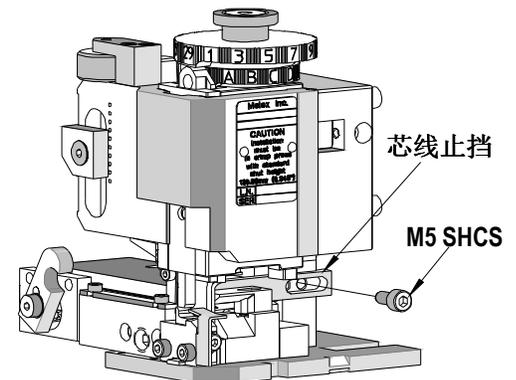

图 2-12
5. 用4毫米六角扳手松开位于外框边缘的M5 SHCS螺丝。参阅图 2-12。